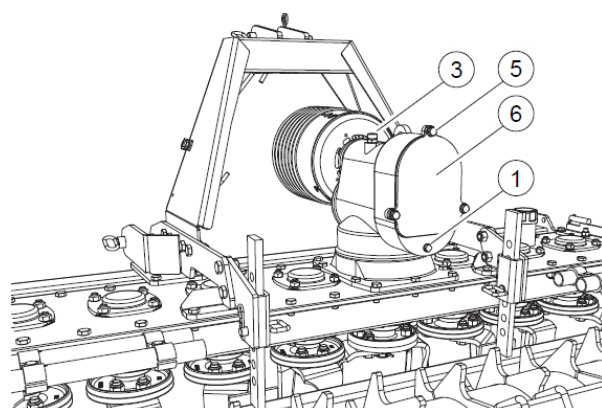

FIG. 26
- Lossa skruvarna (5, "fig. 26").
- Ta bort locket (6).
- Sätt tillbaka locket (6). Dra åt skruvarna (5).
För att kontrollera oljenivån i växellådan lossas påfyllningslocket och oljestickan (3, "fig. 26"). Kontrollera nivån med oljestickan. Fyll på olja till korrekt nivå vid behov.